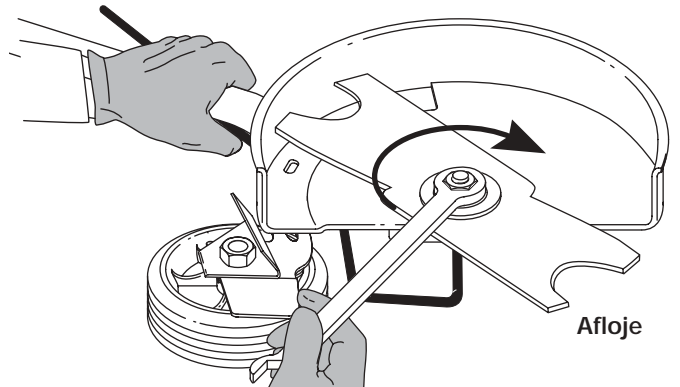

Fig. 9
3. Mientras sostiene la varilla de cierre, afloje la tuerca de la cuchilla girándola **en sentido horario** con una llave de 5/8 pulgadas (Fig. 9). Saque la tuerca, la arandela de retención y la cuchilla. Guarde la tuerca y el retén de la cuchilla para la instalación.